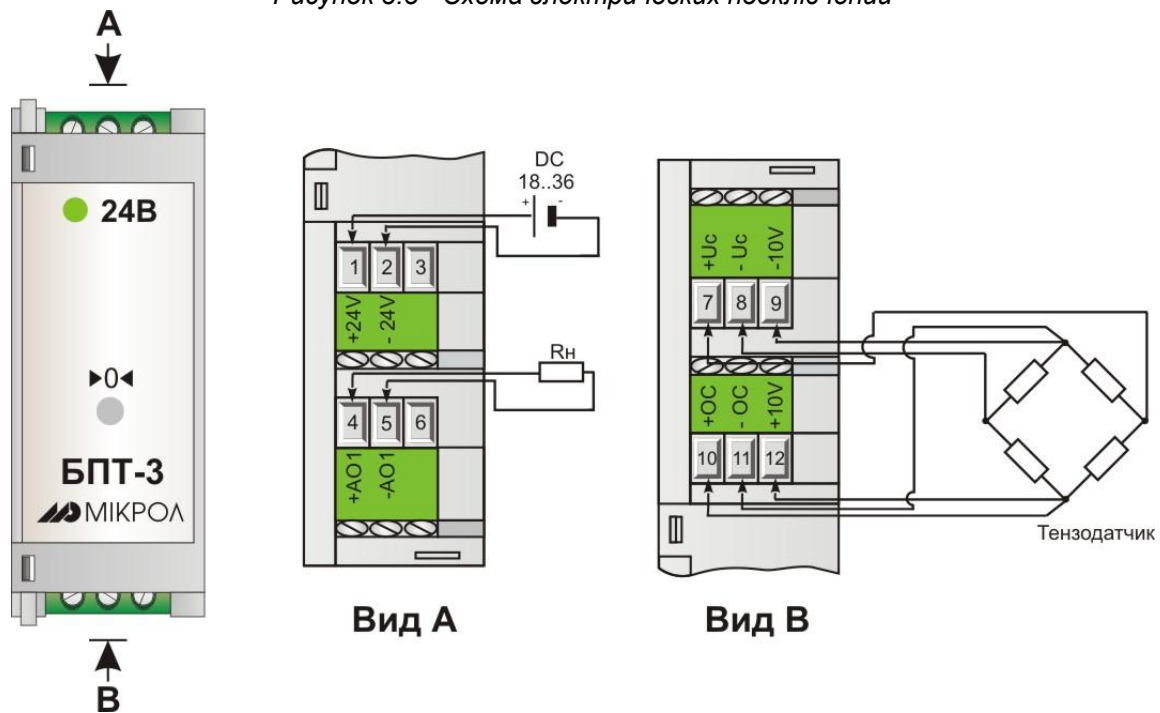

Рисунок 3.4 - Схема электрических подключений
3.3.1 Подключите входные и выходные цепи согласно рис. 3.4.